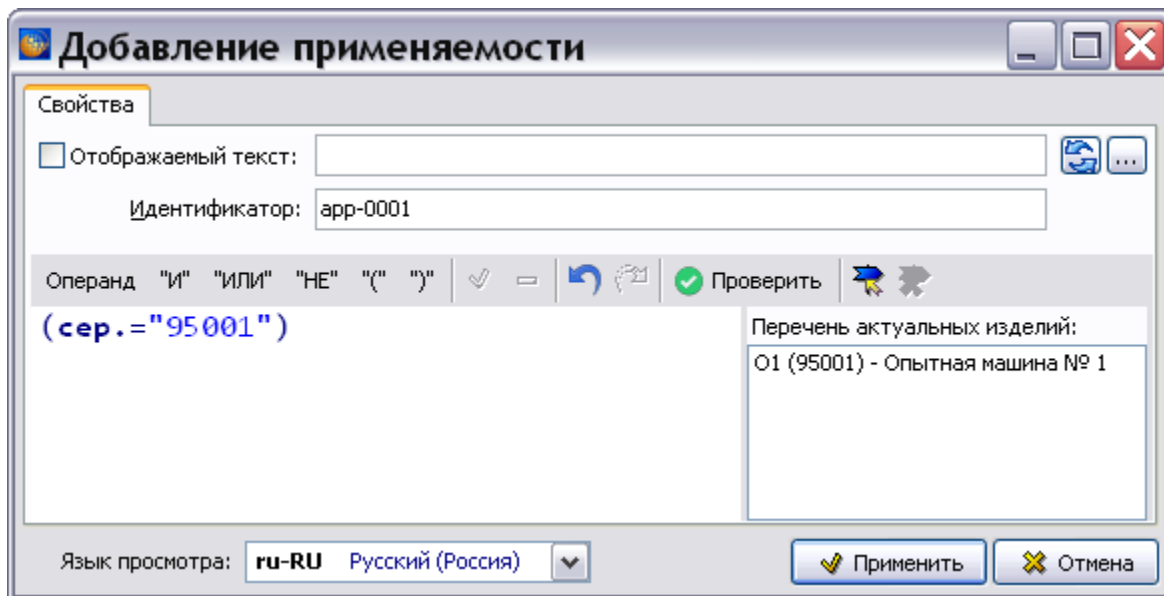

Рис. 5.163
4. В окне **Добавление применяемости** укажите применяемость. Пример показан на рисунке Рис. 5.163.